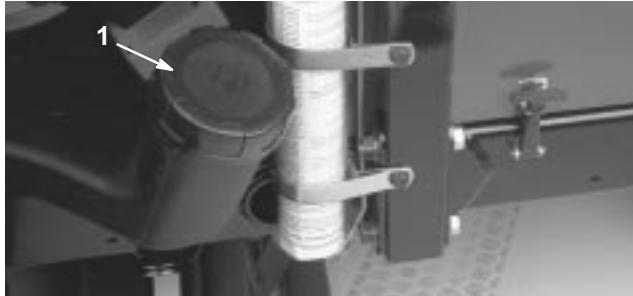

Bild 17
1. Reinigen Sie den Bereich um den Kraftstofftankdeckel (Bild 17).